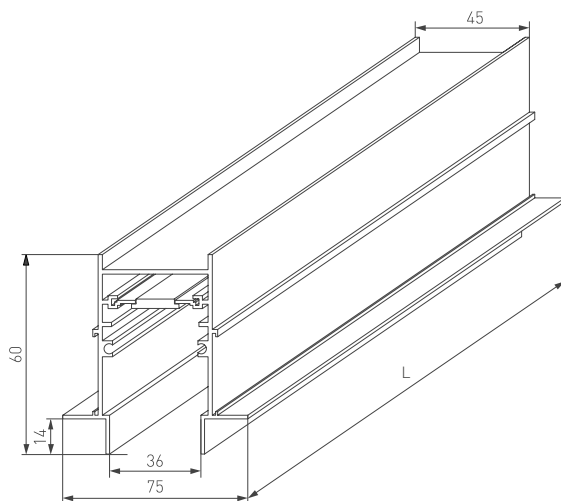

Рис. 1. Магнитный шинопровод серии MAG-TRACK-4560-FDW
- 3.1. Подготовьте на монтажной поверхности нишу согласно размерам, рис.1. Убедитесь, что потолочные профили лежат в одной плоскости.